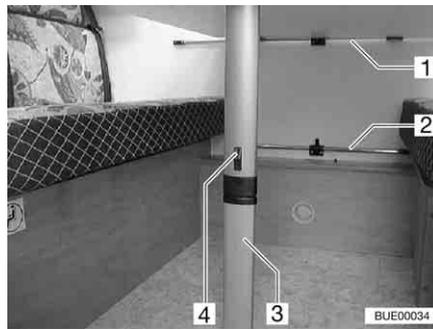

Bild 69 Hängetisch mit Knickfuß
- Arretierung (Bild 69,4) in Richtung Tischplatte schieben.
- Unteres Fußteil (Bild 69,3) um 90° umklappen.
- Hängetisch aus der oberen Einhängeschiene (Bild 69,1) aushängen.
- Hängetisch in die untere Einhängeschiene (Bild 69,2) einhängen und auf dem Tischfußgelenk abstellen.